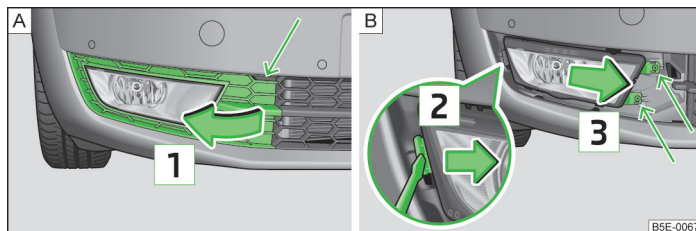

Fig. 178 Bara de protecție față: Grilaj de protecție / demontare faruri ceață
- ▶ Desprindeți grilajul de protecție în zona săgeții » fig. 178 - cu ajutorul etrierului pentru extragerea capacelor integrale de roți » pagina 190, Trusa de scule.
- ▶ Detașați grilajul de protecție în sensul săgeții » fig. 178.
- ▶ Deșurubați farul de ceață » fig. 178 - folosind șurubelnița din trusa de bord.
- La remontare, introduceți farul de ceață în sens contrar săgeții **3** » fig. 178 și înșurubați-l.